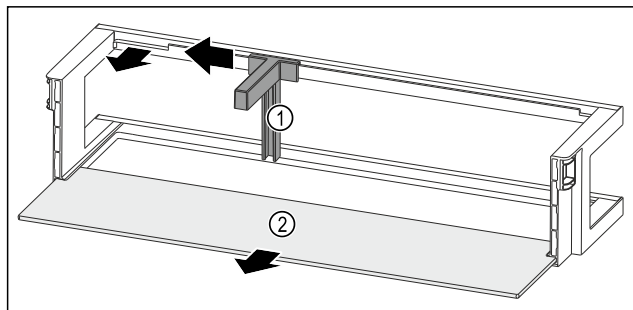

Fig. 259 Dveřní přihrádka s držákem lahví a odkládací plochou
- Držák lahví Fig. 259 (1) posuňte na stranu až k vybrání.
- Držák lahví Fig. 259 (1) odeberte.
- Odkládací plochu Fig. 259 (2) odeberte.